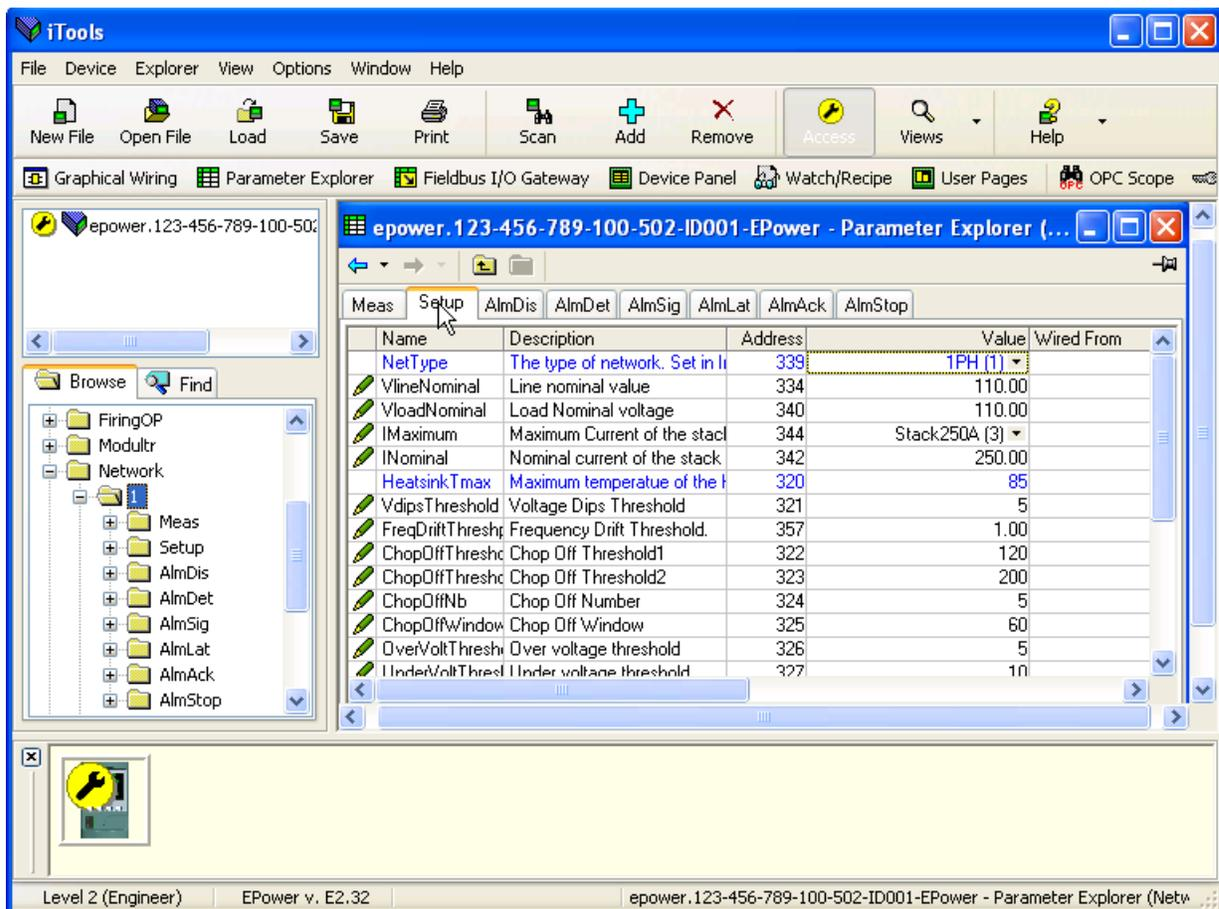
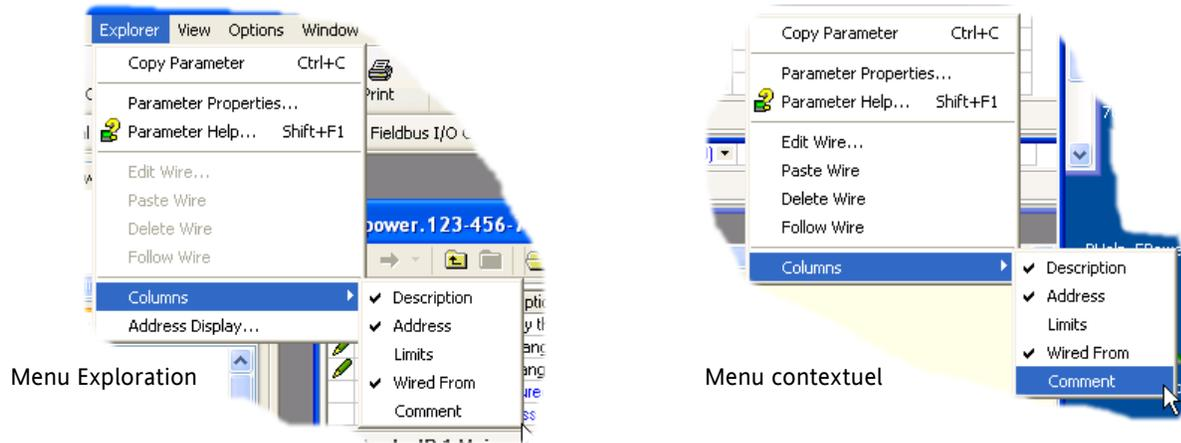

Figure 7.4a Exemple de tableau de paramètres
Figure 7.4b Validation/invalidation des colonnes
Dans chaque cas, les paramètres du bloc fonction apparaissent dans la fenêtre iTools sous forme tabulaire, comme dans l'exemple de la figure 7.4a ci-dessous.
La figure ci-dessus montre le tableau par défaut. Il est possible d'ajouter/supprimer des colonnes de l'affichage à l'aide de l'élément « Colonnes » des menus Exploration ou contextuel (Figure 7.4b).
1. Les paramètres en bleu ne sont pas éditables (Lecture seule). Dans l'exemple ci-dessus, tous les paramètres sont à lecture seule. Les paramètres en lecture/écriture sont en noir et comportent un symbole représentant un « crayon » dans la colonne d'accès à la lecture/écriture sur le bord gauche du tableau. Plusieurs de ces éléments sont indiqués dans la Figure 7.4a ci-dessus.
2. Colonnes. La fenêtre d'exploration par défaut (Figure 7.4a) contient les colonnes « Nom », « Description », « Adresse », « Valeur », et « Connexion ». Comme la Figure 7.4b le montre, les colonnes à afficher peuvent être sélectionnées, dans une certaine mesure, à l'aide du menu « Exploration » ou du menu contextuel. Les « Limites » ont été validées pour l'exemple ci-dessus.
| Colonnes | Permet à l'utilisateur de valider/invalider plusieurs colonnes du tableau de paramètres (Figure 7.4b). |